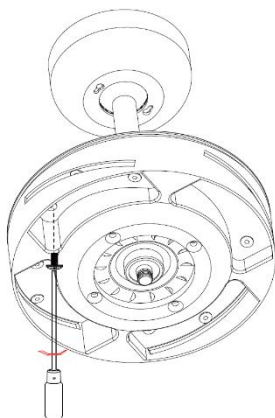

Fig. 5
2. Avant de procéder à l'installation des pales, enlevez les vis des pales préinstallées sur le bloc moteur du ventilateur. Fig. 5